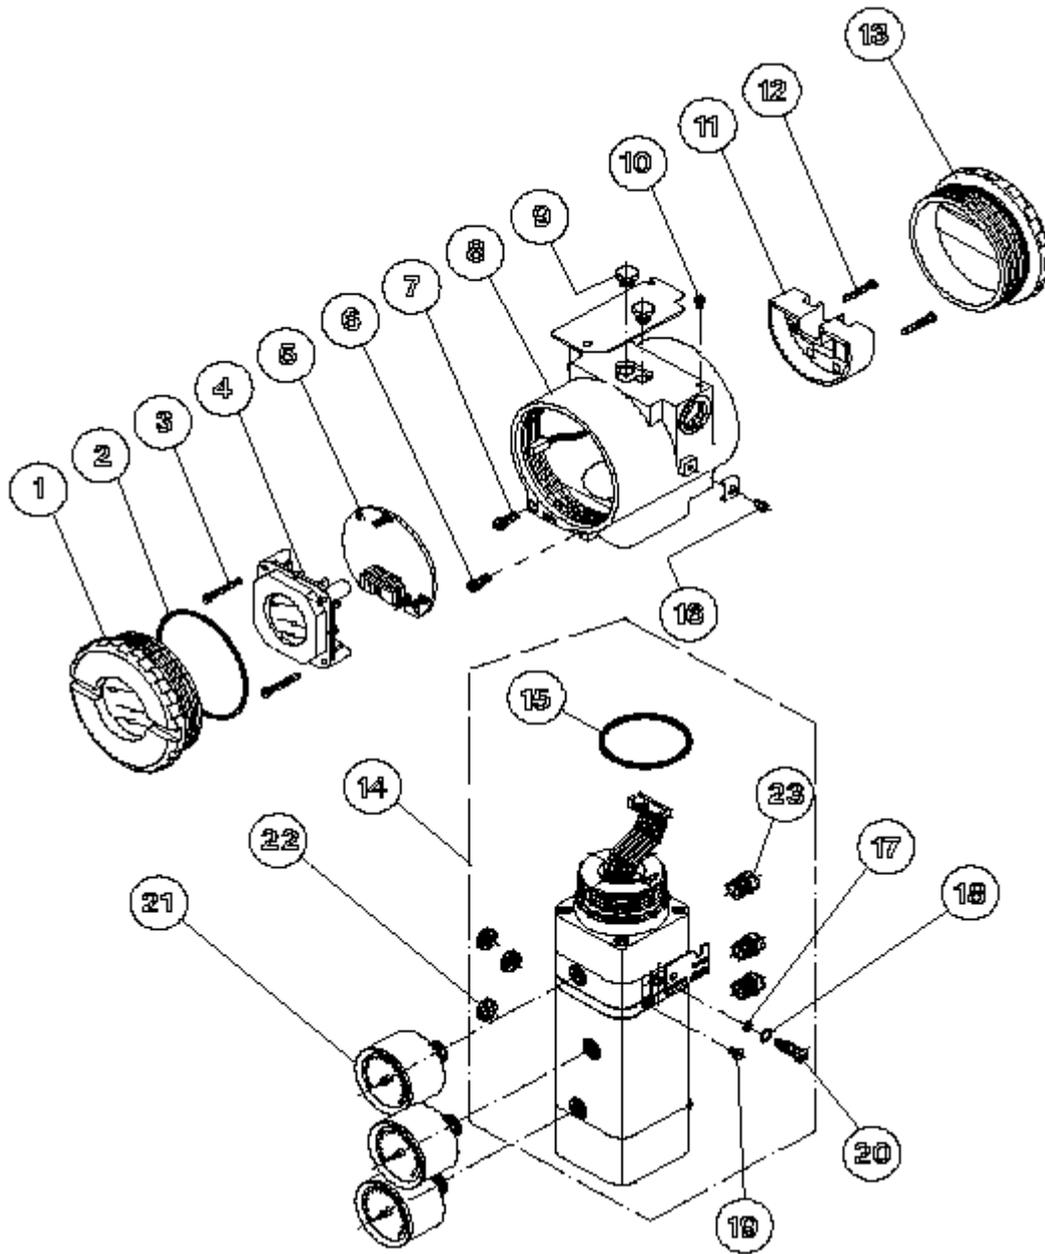

Fig. 7.2 – Vista esplosa SP303
La fig. 7.2 rappresenta la vista esplosa del posizionatore.
Allentare la vite esagonale (6) di fig. 7.2 e svitare con cura la custodia evitando di attorcigliare il cavo piatto.